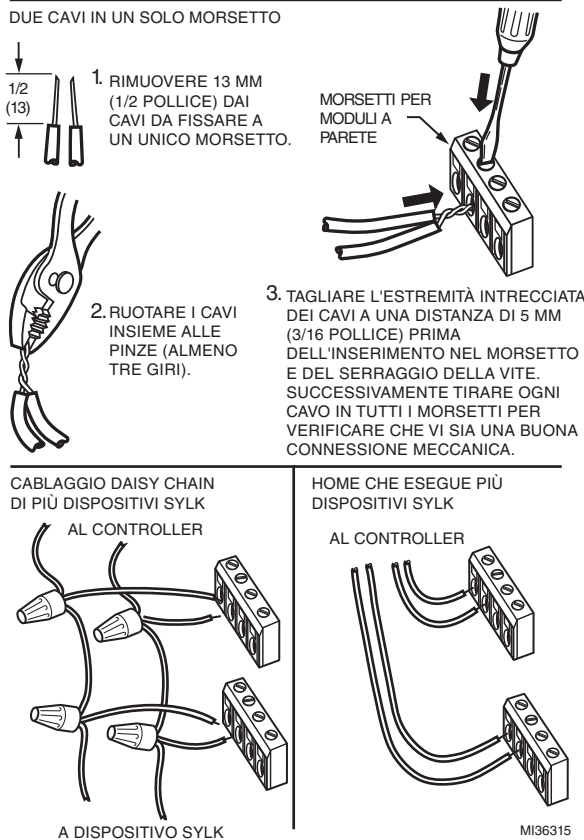

Fig. 6. Opzioni per il cablaggio di più dispositivi Sylk.
4. Consultare la Fig. 6 per il cablaggio di più dispositivi Sylk.